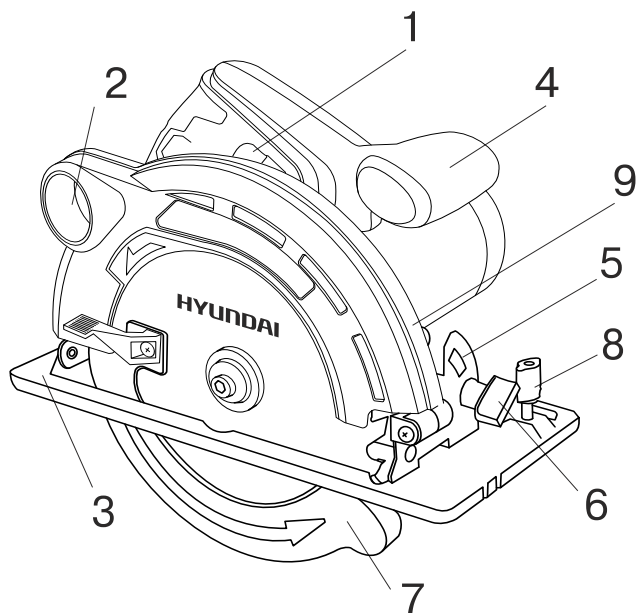

рис. 1
- Заблокируйте шпиндель рычагом блокировки (рис. 1 позиция 9), находящимся на корпусе инструмента.
- Отпустите регулировочный винт (рис. 1 позиция 8).
- Затяните регулировочный винт (рис. 1 позиция 8).